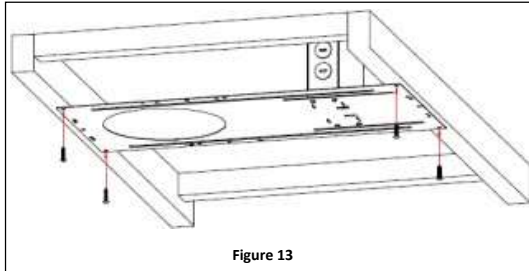

Figure 13
1. Posez le support de cadre sur la solive du plafond à la position souhaitée pour le luminaire. Veillez à laisser suffisamment d'espace pour la boîte de jonction montée sur le support de cadre (*le cas échéant*). Vissez le support sur les solives pour le fixer en place. **Reportez-vous à la Figure 13.**